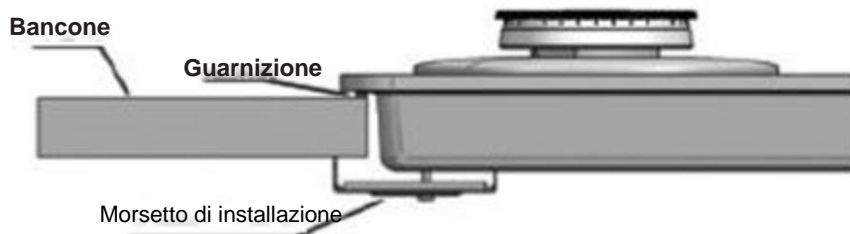

Figura 7.
foro del bancone, senza consentire alcuna sovrapposizione prima dell'installazione. (Figura 7)
- Fissare l'unità sul piano di lavoro, utilizzando la scheda di installazione e le viti. (Figura 7 e 8)